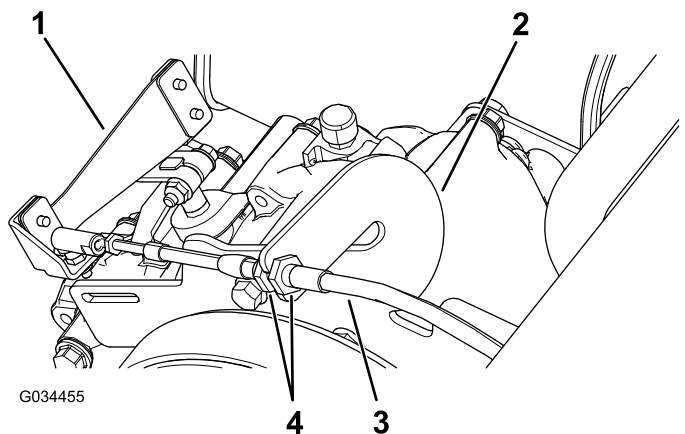

Figura 57
1. Retire el cable de la palanca de cambios de la ranura en la barra de llave (Figura 57).
2. Afloje las contratuercas del cable de la palanca de cambios y ajústelas cuanto sea necesario (Figura 57).
3. Pruebe la posición de la palanca de cambios girando el selector a las 3 posiciones distintas y compruebe si la palanca (Figura 57) cambia correctamente al cambiar de marcha; consulte Palanca de cambios e indicador de cambio de marcha (página 17).
4. Cuando haya llegado al ajuste que desee, instale el cable de la palanca de cambios en la ranura de la barra de llave (Figura 57).